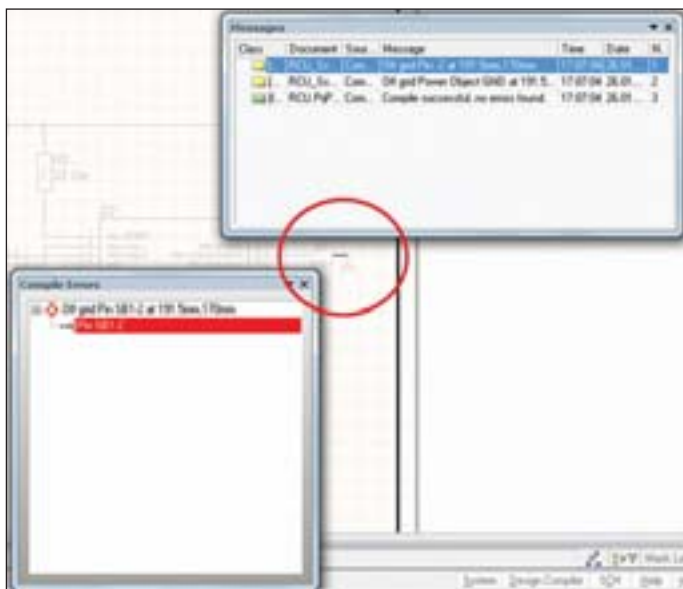

Рис. 51. Результат компиляции проекта
4. Если вы четко следовали инструкциям, представленным выше, то панель **Messages** может содержать несколько предупреждений типа **Off grid...**, вызванных расположением объектов схемы вне установленной сетки (рис. 51).